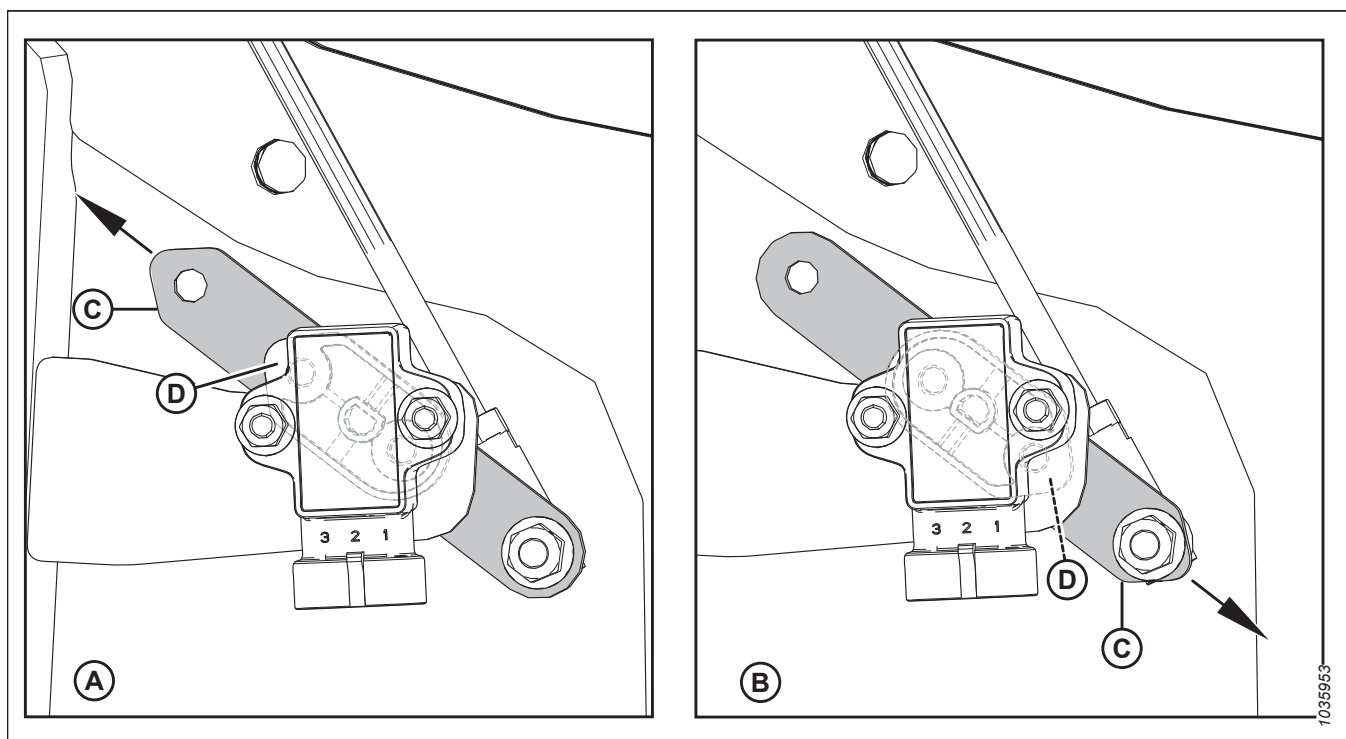

Figure 3.148: Configurations du bras/pointeur du capteur
4. Veillez à ce que le bras (C) et le pointeur (D) du capteur soient configurés correctement pour la plateforme. Pour obtenir des instructions, consultez la figure 3.148, page 143.